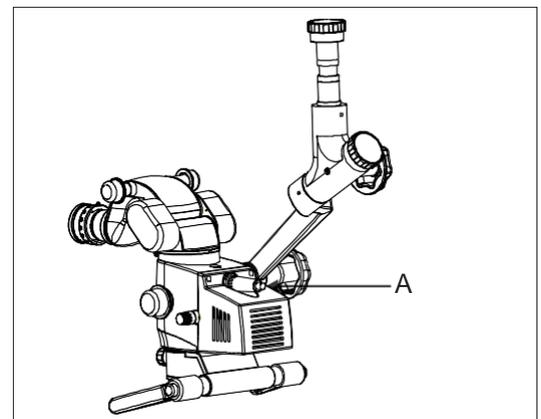

Fig. 5
- Führen Sie das Netzkabel in die Buchse im Mikroskop ein, bis es wie in Abbildung 5 als A richtig festgezogen ist.